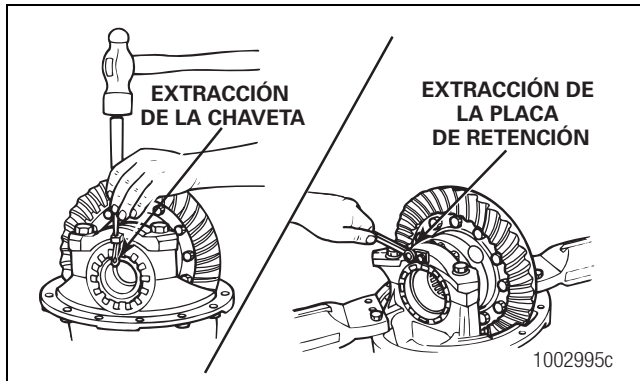

Figura 3.42
3. Retire los tornillos prisioneros, las chavetas, los pasadores cilíndricos o las placas de retención, según esté equipado, que mantienen en posición a los anillos de ajuste de los cojinetes. Use un punzón pequeño y un martillo para quitar los pasadores. Cada placa de retención se mantiene en posición por dos tornillos prisioneros. Figura 3.42.